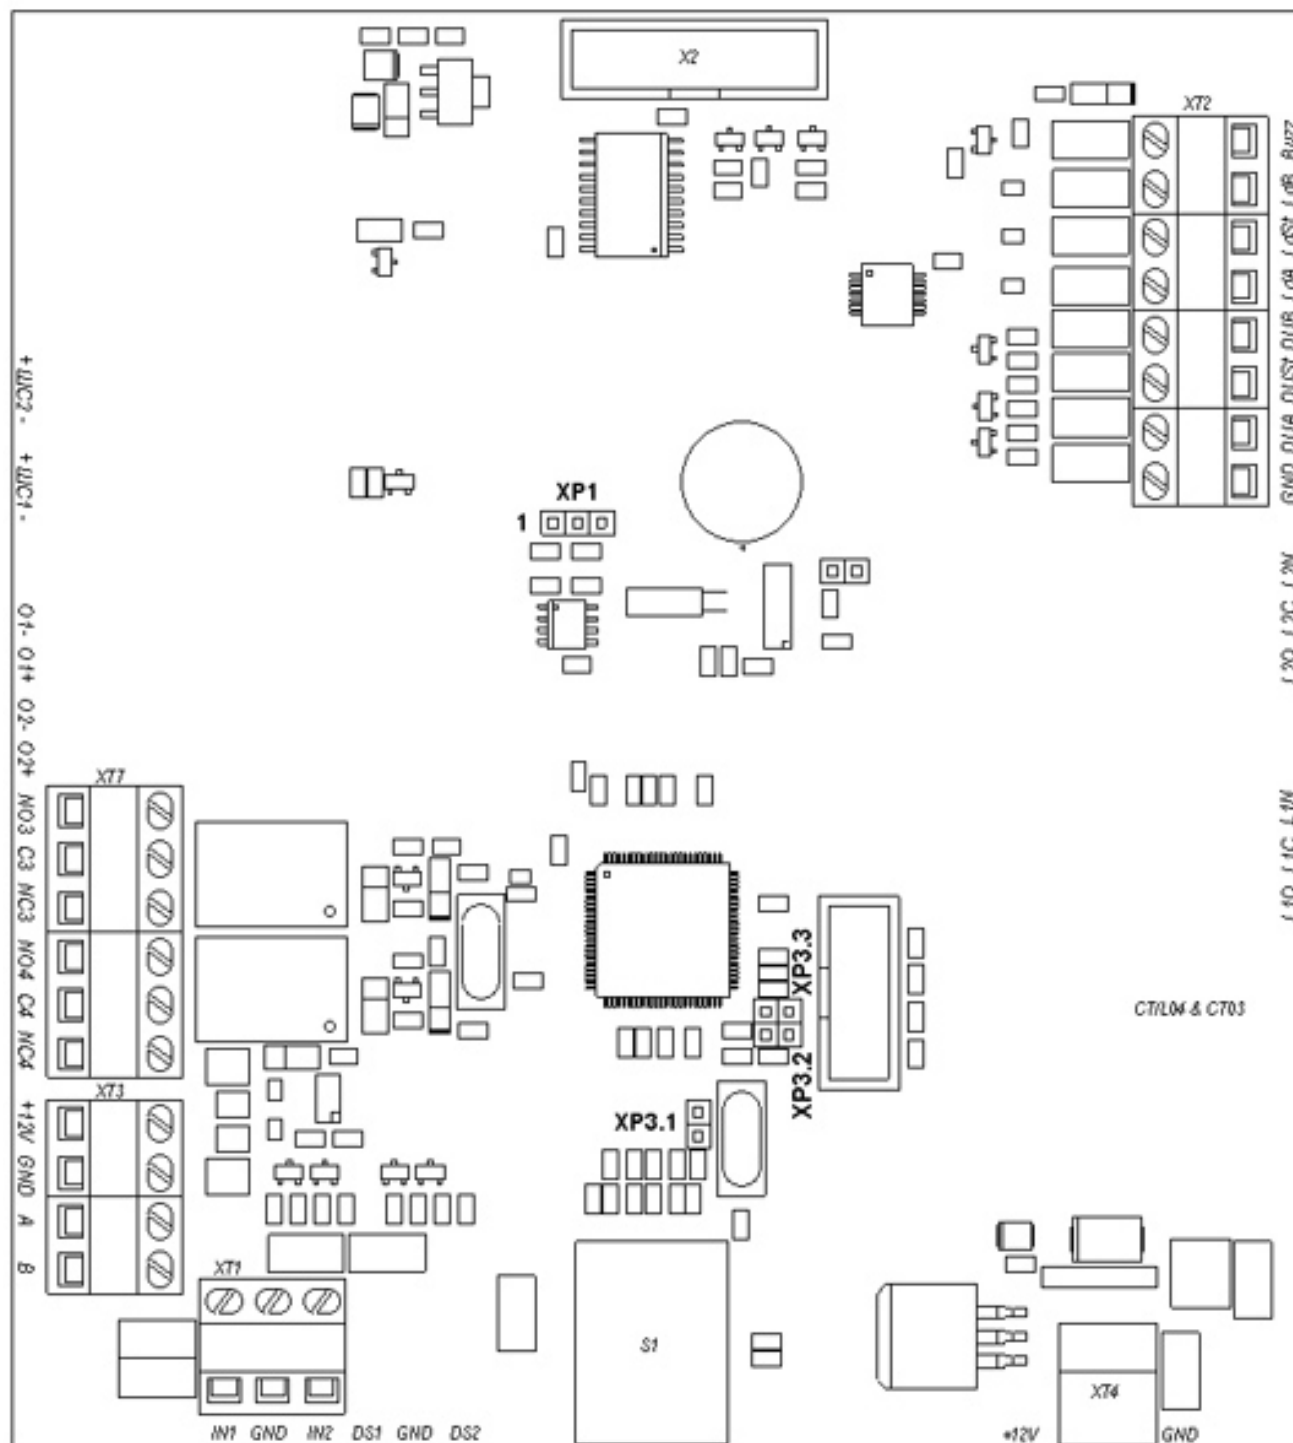

Рисунок 3.1 — Внешний вид платы контроллера *PERCo-CT03*
5.2.4 Пульт управления выполнен в виде небольшого настольного прибора в корпусе из ударопрочного АБС пластика и предназначен для задания и индикации режимов работы при ручном управлении КТС01.3. Пульт управления подключается к плате *PERCo-CT03* гибким многожильным кабелем (17) через клеммную колодку "ХТ2" (см. рисунок 3.1).
управления, подключаемые на контакты *DUA* и *DUB*, а также *Led A* и *Led B* соответственно (рисунок 3.1 и рисунок А.1 Приложения А).
5.2.5 На плате контроллера *PERCo-CT03* (рисунок 3.1) расположены:
5.3.2 Подключение указанных в п. 5.3.1.1 автономных устройств производится с помощью кабелей (17) и (19) к соответствующим клеммным колодкам “XT2” и “XT4” платы PERCo-CT03 (рисунок 3.1) в соответствии со схемой подключения (рисунок А.1 Приложения А).